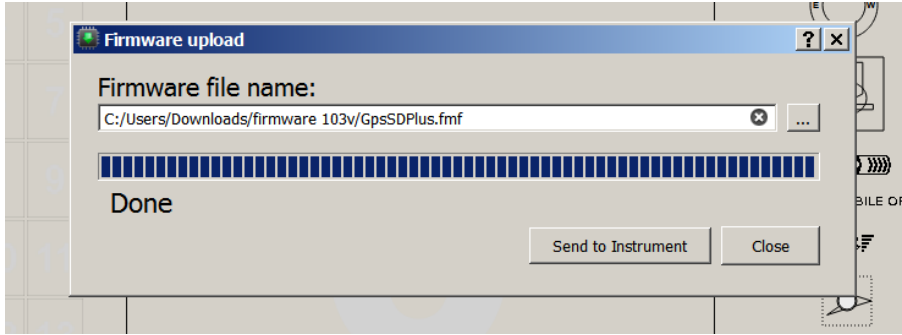

FIGURE 9.2 – Mise à jour du logiciel terminée
6. Quand le processus est fini, l'application affiche un message disant *complete* (terminé) (voir la Figure 9.2). Déconnectez le câble USB et le LIVE SD se mettra en marche.